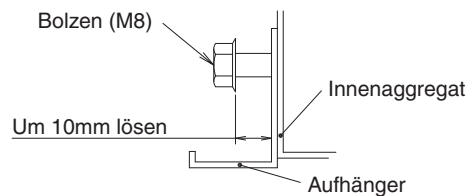

Abb. 7
- Öffnen Sie das Ausbrechloch an der Einlassseite für die Verdrahtung oben oder unten an der Rückseite und bringen Sie die beigelegte Kunstharzdurchführung (10) an.
- Lösen Sie die 2 Schrauben zur Montage der Aufhängung an beiden Seiten (M8) (4 Stellen links und rechts) um 10 mm. (Siehe Abb. 7 und Abb. 8)